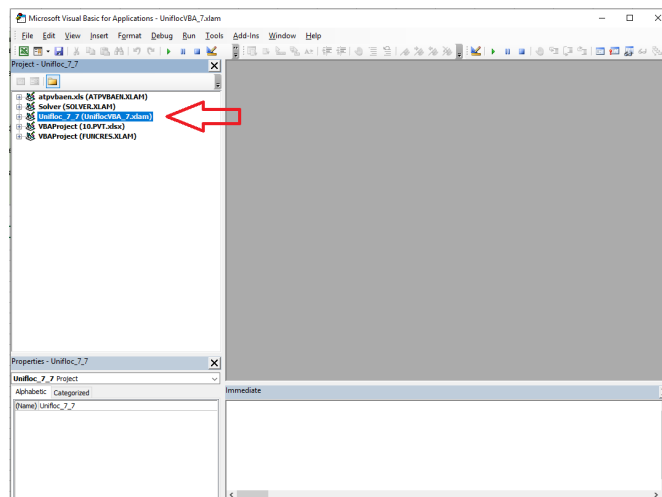

Рис. 3.1 — Окно редактора VBE с загруженной надстройкой Unifloc 7.8 VBA
1. Запустите файл с надстройкой Unifloc 7.8 VBA. Для того чтобы убедиться, что надстройка запущена откройте редактор VBE (Alt+F11). В дереве проектов должен отображаться файл надстройки UniflocVBA_7.xlam, рис. 3.1.